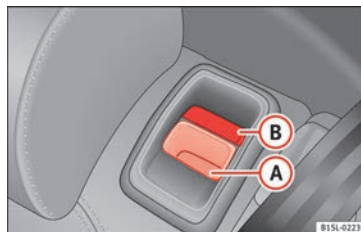

Fig. 136 Sedile posteriore: tasto di sbloccaggio (A); contrassegno rosso (B).
- Tirare il tasto di sbloccaggio » **fig. 136 A** in avanti e, contemporaneamente, sollevare lo schienale del sedile posteriore.